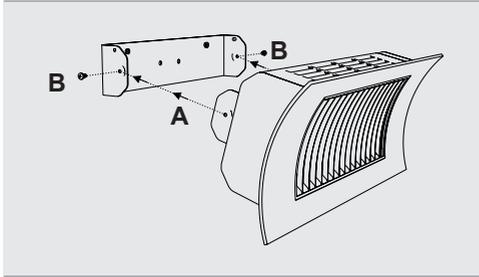

Abb.2e: Gerät in der Wandhalterung befestigen
7. Setzen Sie das Gerät in die Halterung ein und befestigen Sie es mit den zwei mitgelieferten Inbusschrauben. Siehe Abb. 2e.